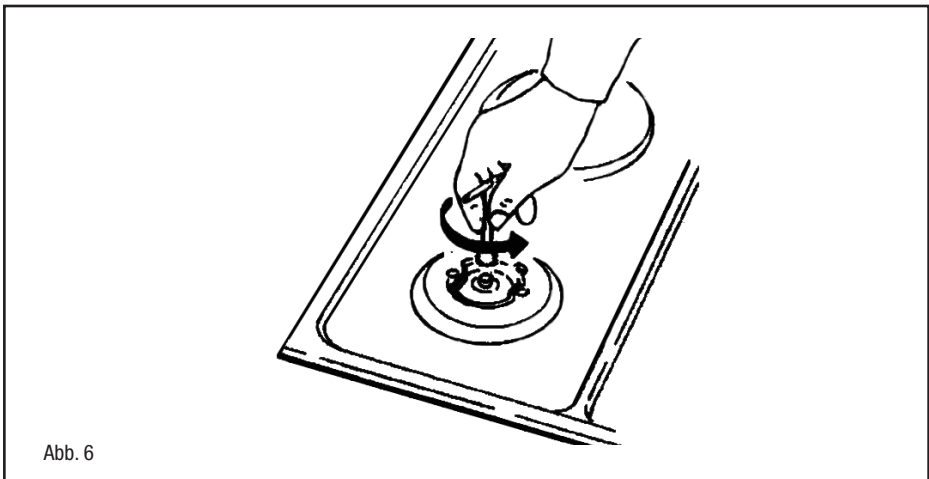

Abb. 6
(s. Abb. 6) Wenn das Gerät für einen anderen Gastyp als der vorhandene ausgelegt ist, ist folgende Vorgehensweise durchzuführen:
- die Düsen (s. Abb. 6) mit den für den vorhandenen Gastyp bestimmten Düsen (siehe Tab. "Technische Daten der Düse") ersetzen;